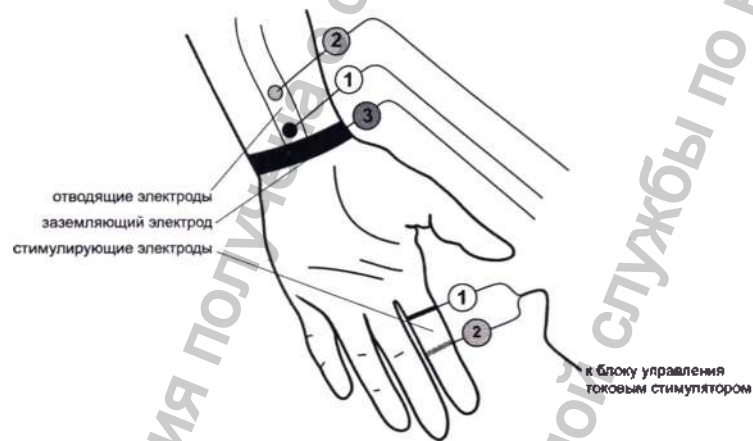

Рис. 6
1. Отводящие поверхностные ЭМГ-электроды маркируются разными цветами (рис. 6): активный электрод (отрицательный, минус) – черным или белым цветом (на рисунке он помечен номером 1), пассивный электрод (положительный, плюс) – красным цветом (на рисунке он помечен номером 2).
2. Аналогичная маркировка используется для стимулирующих электродов на палец (рис. 6).